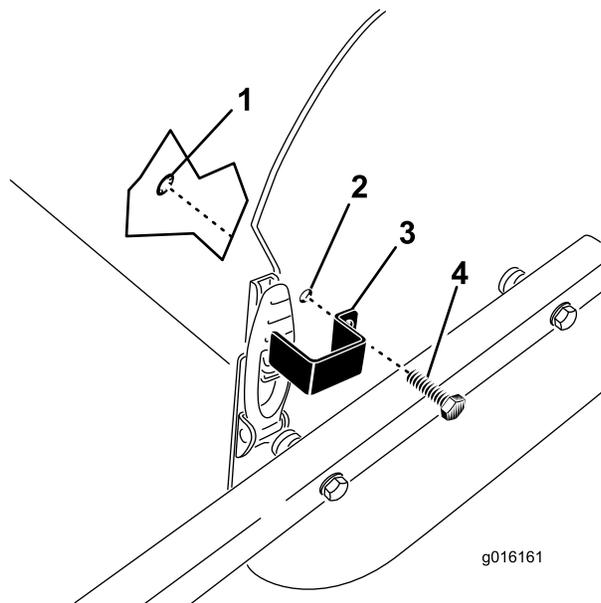

Figure 33
1. Placez la plaque de verrouillage sur le verrou de capot en alignant le trou de montage sur le trou de la plaque latérale (Figure 33).
2. Fixez la plaque de verrouillage à la plaque latérale avec un boulon d'assemblage et un circlip (Figure 33).